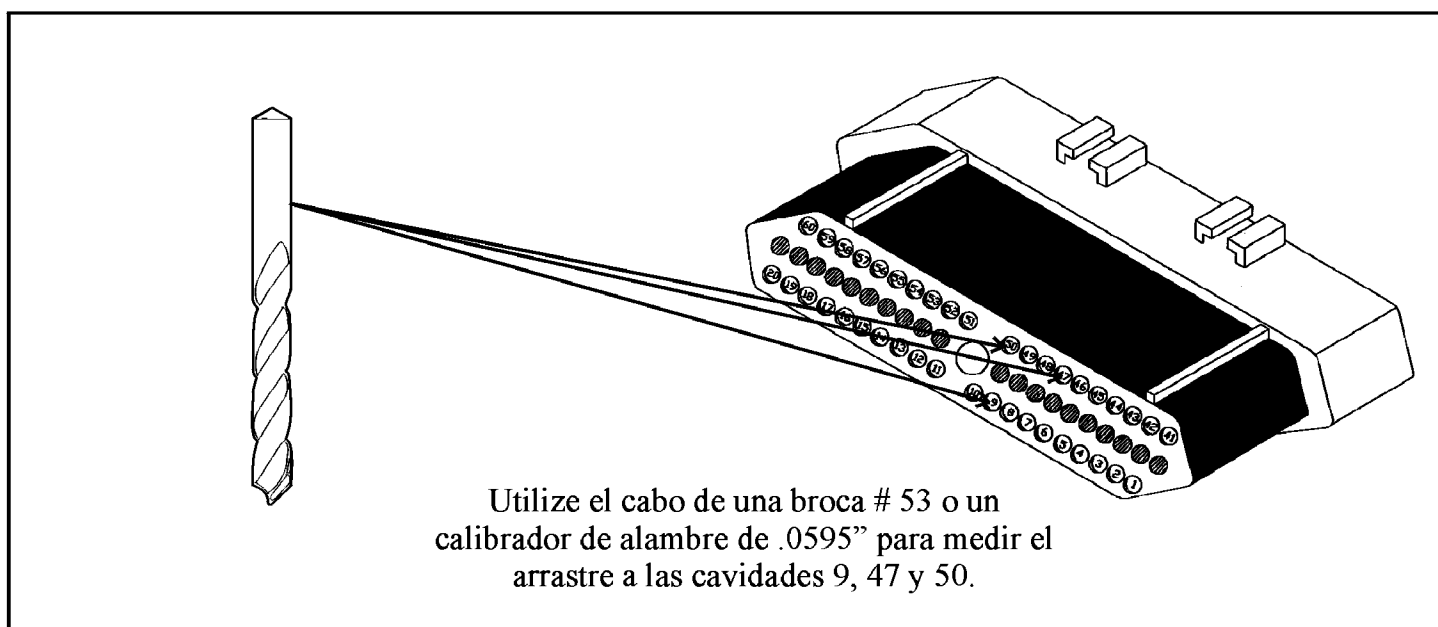

Figura 30
- Inspeccione las cavidades 9, 47 y 50 en el conector del TCM para ver si están corroídas, muy abiertas o empujadas hacia atrás. Utilize el cabo de una broca # 53 o un calibrador de alambre de .0595" para medir el arrastre a cada cavidad (Vea la figura 30). Si el conector está malo, Chrysler tiene disponible un kit de reparación con el numero de parte 4419479.